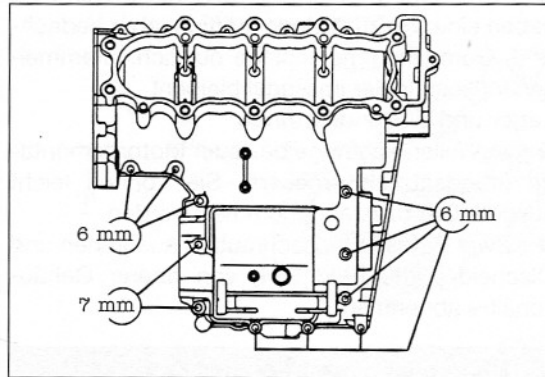

Bild 232
- Obere Kurbelgehäuseschrauben ausdrehen (Bild 232). Zuerst 6 mm-Gehäuseschrauben, dann 7 mm-Gehäuseschrauben ausdrehen.
- Motor umdrehen und Schrauben an oberer Gehäusehälfte anziehen (Bild 232). Anzugsme